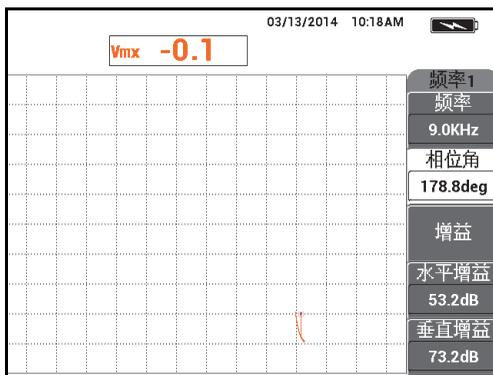

图 5-131 调节相位角的值
29. 在用力按住名片上的探头时，调节**相位角**（功能键 B），直到混合信号（橙色）达到与平衡点相同的垂直高度（参见第 205 页的图 5-131）。